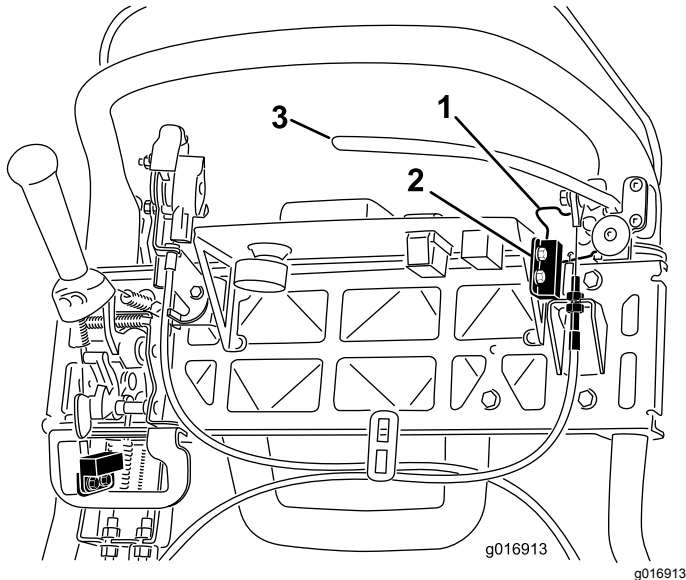

Bild 43
4. Lösen Sie die Befestigungsschrauben des Sicherheitsschalters (**Bild 43**).
5. Legen Sie eine 1,6 mm dicke Beilagscheibe zwischen den Feststellbremsriegel und den Sicherheitsschalter (**Bild 43**).